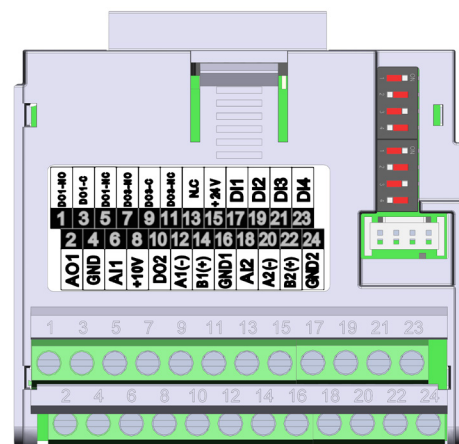

Abbildung 20.4: Steckmodul CFW500-CRS485
Das CFW500-CRS485 Steckmodul verfügt über eine serielle Schnittstelle (1) über den Port RS-485 an den Anschlussklemmen 12 (A-) und 14 (B+) und über eine serielle Schnittstelle (2) über einen anderen RS-485-Port an den Anschlussklemmen 20 (A2+) und 22 (B2+), vgl. Abbildung 20.4 auf Seite 20-1. Siehe auch: GND1 an Klemme 16 und GND2 an Klemme 24 sind gegeneinander und von GND an Klemme 16 isoliert.